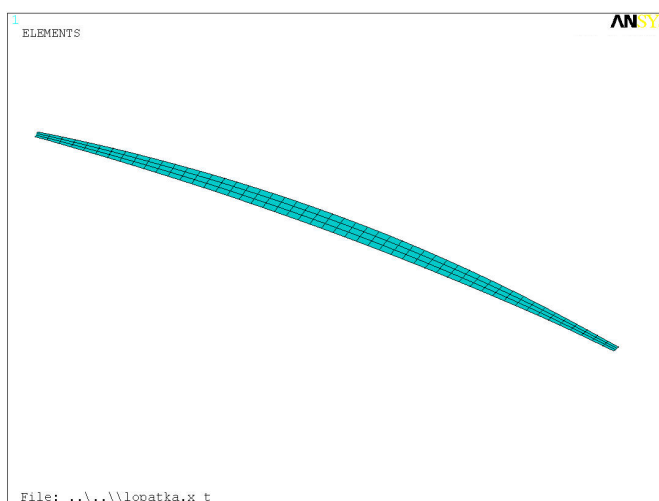

Рис. 8.5 Сетка на срединной поверхности периферийного сечения
- 12) Разбейте периферийную поверхность срединной части пера оболочечной сеткой конечных элементов (рис. 8.5): **PrPr** → **Meshing** → **Mesh** → **Areas** → **Mapped** → **3 or 4 Sided**.